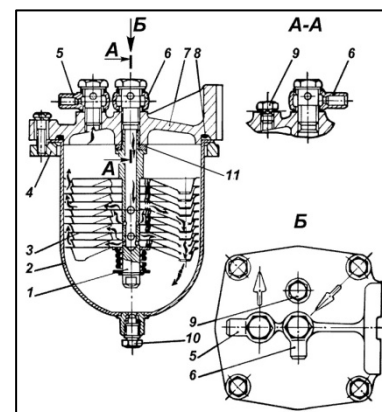

Рис. 3.26 – ФГОТ
3.9.1.1 Разборка фильтр грубой очистки (рис. 3.26)
3.9.1.2 Сборка фильтра грубой очистки топлива (рис. 3.26):